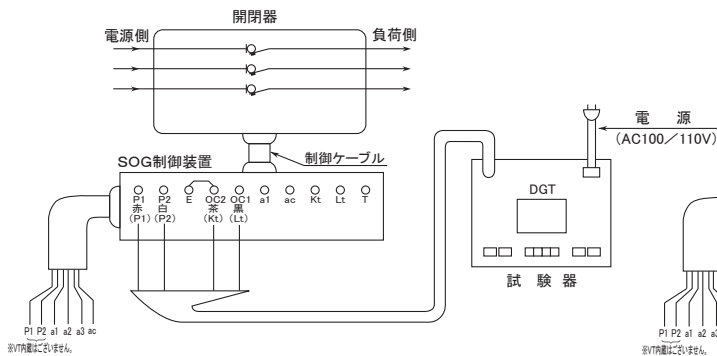

図6 戸上電機製作所製(DGT)による
- ① 通電電流および良否の判定は表6のとおりです。
- ② 図6・7の試験回路はOCR動作チェック回路です。
- ③ 図6・7は制御電源を制御装置パネル面(P1・P2)に接続する方法です。
なお、図6・7の回路で試験する場合は、制御装置パネルの制御電源切替スイッチを「試験」側にしてください。